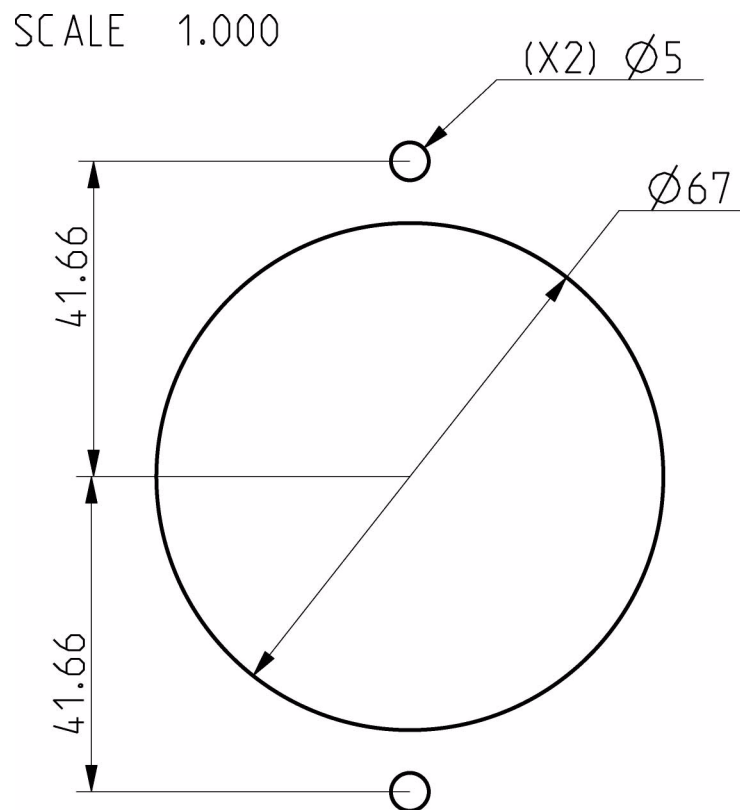

Figure 3.1: Modèle de perçage
1. Percer dans le mur un trou de 67 mm de diamètre, s'il n'y en a pas (voir Figure 3.1).
3. Percer dans le mur 2 trous de 5 mm de diamètre et y insérer les chevilles (voir Figures 3.1 et 3.2).